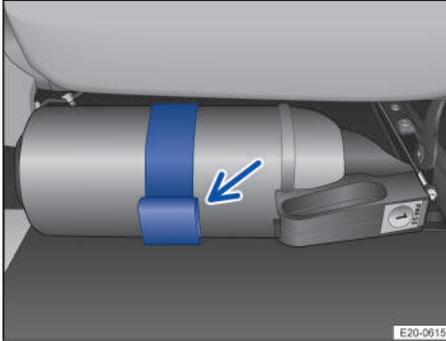

Fig. 45 Debajo del asiento del acompañante: soporte con extintor (representación esquemática).
- Abra la lengüeta del soporte y retire el extintor → fig. 45 (flecha).